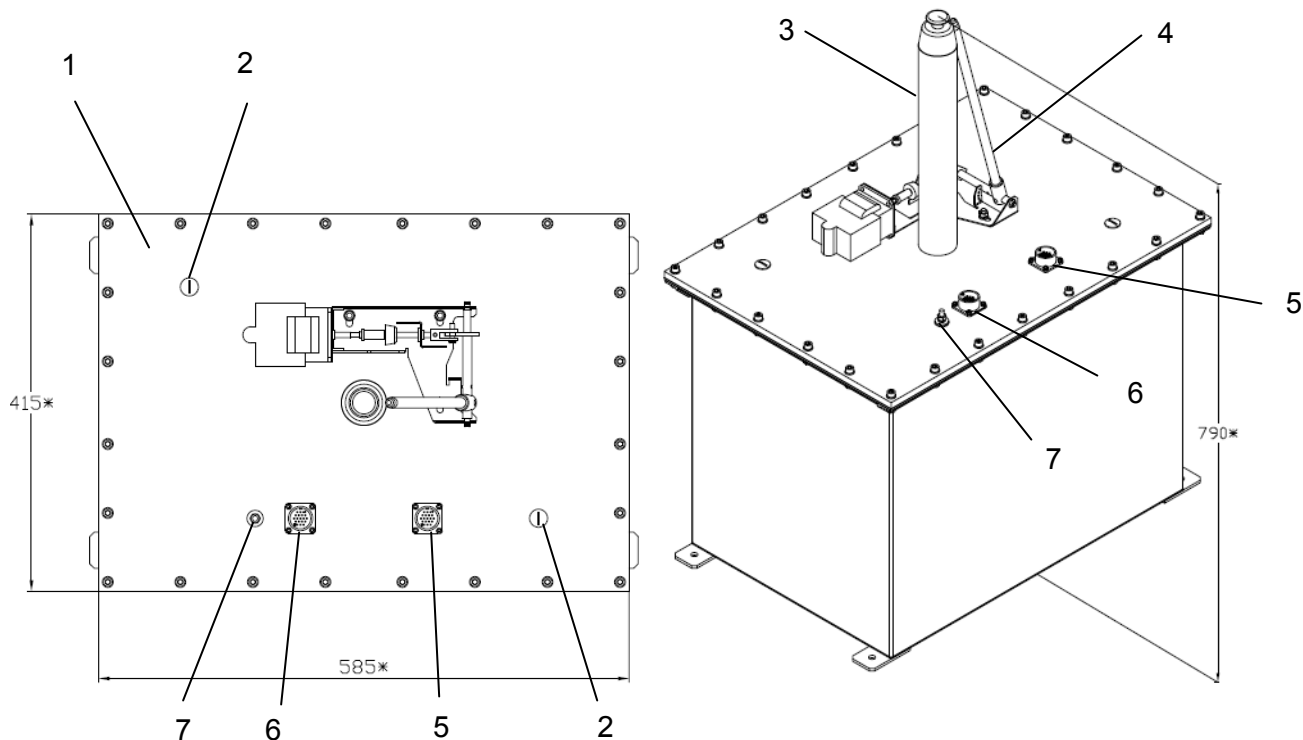

Рисунок 3. Высоковольтный блок.
- выкрутить заливную пробку (рисунок 3 поз.2) и проверить уровень трансформаторного масла.